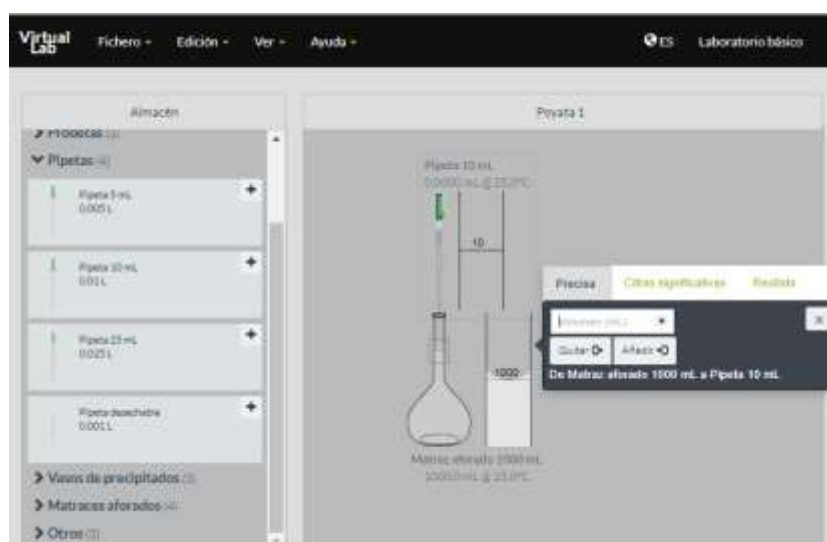

Figura 7. Simulador *Making stock solutions from solids*.
8. Tome una pipeta volumétrica de 10 [cm3] del **Almacén**, colóquela sobre el matraz volumétrico que contiene la disolución madre y tome 10 [cm3]. Para ello, indique la cantidad que tomará y presione el botón **Quitar** (figura 7).